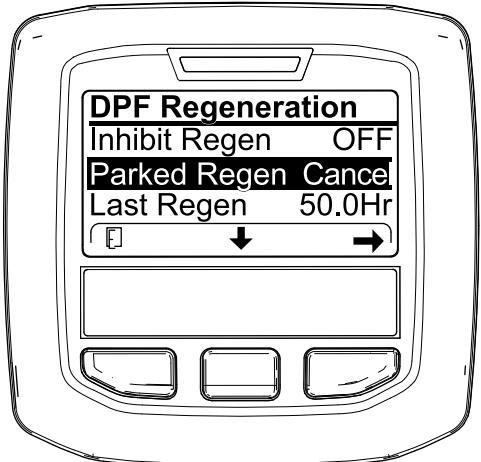
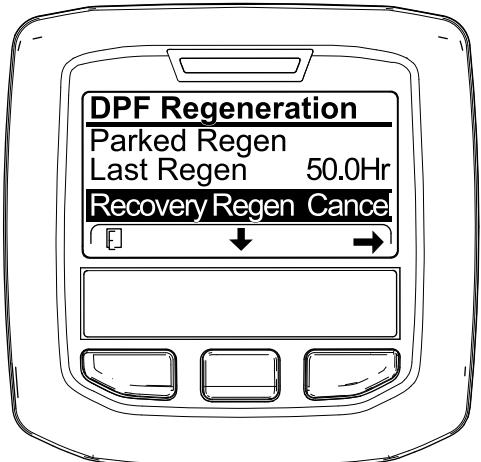

Figura 73
Figura 74
1. Accedete al menu DPF Regeneration (Rigenerazione FAP) (Figura 73).
2. Premete il pulsante centrale per scorrere il menu verso il basso fino all'opzione PARKED REGEN CANCEL (Figura 73) o all'opzione RECOVERY REGEN CANCEL (Figura 74).
3. Premete il pulsante destro per selezionare la voce Cancel relativa alla rigenerazione (Figura 73 o Figura 74).